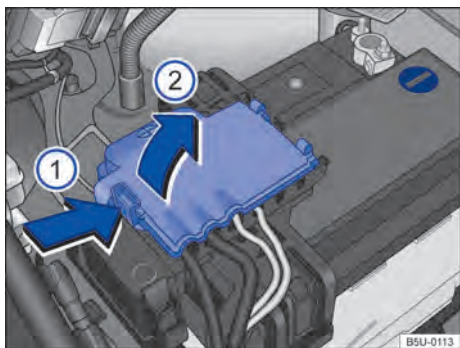

Fig. 184 Compartimento do motor: acesso ao terminal positivo da bateria.
- Abrir a cobertura do polo positivo. Para abrir pressionar a trava no sentido da seta → Fig. 184 (1), rebater a cobertura para o lado no sentido da seta (2).
- Conectar uma extremidade do cabo auxiliar de partida *vermelho* ao polo positivo (+) do veículo com a bateria do veículo descarregada (A) → ⚠️.
- Conectar a outra extremidade do cabo auxiliar de partida *vermelho* ao polo positivo (+) da bateria do veículo fornecedora de corrente (B).
- Conectar uma extremidade do cabo de auxílio na partida *preto* ao polo negativo (-) da bateria do veículo fornecedora de corrente (B).
- Conectar a outra extremidade do cabo auxiliar de partida *preto* (X) no veículo com a bateria do veículo descarregada em uma peça maciça de metal aparafusada firmemente ao bloco do motor ou no próprio bloco do motor - porém não nas proximidades da bateria (A) → ⚠️.